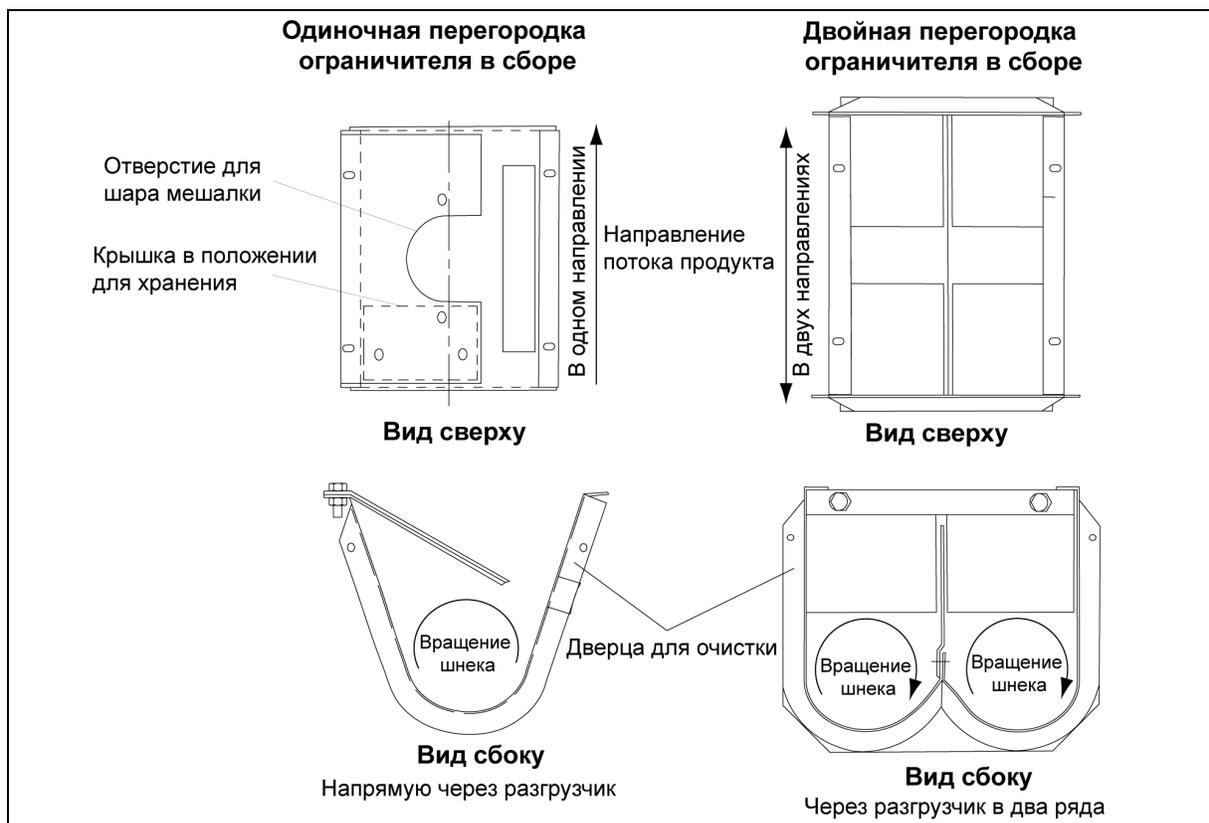

Рисунок 5Н
2. Установите перегородку (FLX-4310) в одинарное разгрузочное устройство, как показано на рис. 5Н. В двойном разгрузочном устройстве перегородка устанавливается на заводе-изготовителе, как показано на рис. 5Н.